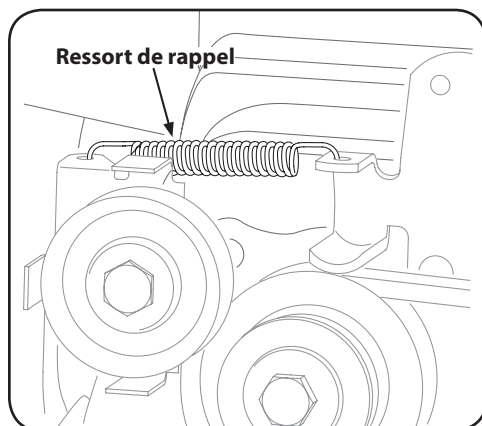

Figure 5-5
2. Enlevez le ressort de rappel. Voir Figure 5-5.